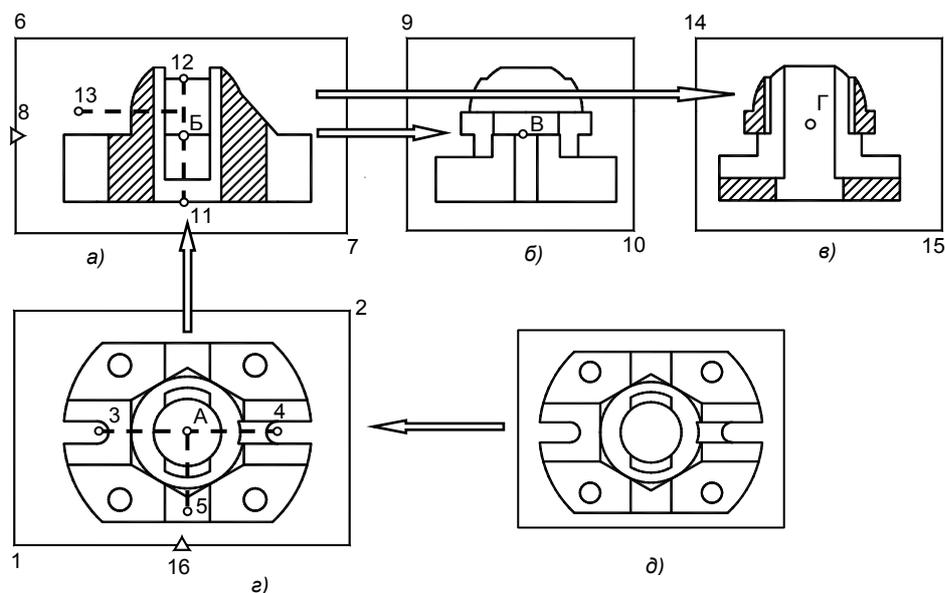

Рис. 3.3. Схема построения видов и простых разрезов к заданию "Простые виды и разрезы"
На новом чистом листе создайте одно видовое окно, поместив его внизу экрана, справа (см. рис. 3.3, д). Размеры окна желательно задать так, чтобы деталь отобразилась в нем в масштабе, приблизительно равном 1:
На рис. 3.3 показано построение проекций и разрезов для получения чертежа рассматриваемой модели. Это вид сверху (рис. 3.3, *д*), фронтальный разрез (рис. 3.3, *а*), вид слева (рис. 3.3, *б*), и профильный разрез (рис. 3.3, *в*). Последние два изображения на чертеже будут объединены в единое, содержащее половину вида и половину разреза.
Создано новое видовое окно (см. рис. 3.3, *д*). В окне видна модель, дан вид сверху. Созданы четыре новых слоя: слой *Vports*, на который помещена рамка окна, слой *top-Vis* для последующего размещения на нем линий видимого контура проекции, *top-Hid* — для линий невидимого контура и *top-Dim* — для простановки размеров на виде сверху. При построении разреза создается еще один слой с префиксом *HAT* для линий штриховки. Созданные слои можно посмотреть в окне управления слоями, например, командой LAYER.
Для построения ортогональных проекций нужно применить команду `SOLVIEW` с опцией `ortho`, для разреза — ту же команду с опцией `section`. Команда `SOLVIEW` применяется к ранее созданному окну и формирует новое окно. Так, для проекции вида спереди и фронтального разреза за основу берется любое окно, в котором установлен вид сверху (см. рис. 3.3, *z, d*). Вид слева и профильный разрез можно получить на основе окна вида спереди или фронтального разреза, как на рис. 3.3, *a*. Их можно построить также на основе одного из окон, содержащих вид сверху, но в последнем случае полученное изображение потребует поворачивать на  $90^{\circ}$ .
При построении *разреза* команда `SOLVIEW` потребует указать секущую плоскость. Так как плоскость разреза проецирующая, то потребуются указать лишь две точки плоскости. Их можно задать с помощью объектной привязки как характерные точки детали. Если секущая плоскость параллельна одной из плоскостей проекций, то достаточно задать одну точку с объектной привязкой, а для задания второй сместить курсор в режиме `Ortho` и указать произвольную точку. Например, для построения фронтального разреза детали (см. рис. 3.3, *z*) следует с объектной привязкой **Center** (Центр) указать точки 3 и 4, как центры дуг, или указать центр окружности отверстия, затем в режиме `Ortho` указать любую точку справа или слева от центра.
При построении *ортогонального вида* команда `SOLVIEW` потребует задать направление проецирования. Направление задается путем указания средней точки одной из сторон рамки исходного видового окна. Так, для вида спереди потребуются указать точку 16, а для построения вида слева — точку 8 (см. рис. 3.3, *a, z*).
- ❑ `solview \ S` (опция `Section`) \ задайте положение секущей плоскости, для этого активизируйте окно вида сверху, исходное или специальное, включите объектную привязку **Center** и укажите точки 3 и 4 (см. рис. 3.3, *z*), либо примените другие варианты задания секущей плоскости \ переместите курсор вниз и укажите точку 5, определив тем самым направление проецирования \ задайте масштаб нового изображения равным 1 \ переместите курсор вверх и укажите точку *B* как центр окна фронтального разреза (см. рис. 3.3, *a*), указывать можно несколько раз \ ПЩ — утвердите положение окна \ определите прямоугольник видового окна, указав точки 6 и 7 \ присвойте окну имя, например, `front_s` \ ПЩ.
- ❑ `solview \ O` (опция `Ortho`) \ укажите точку 16 на нижней стороне рамки окна вида сверху (см. рис. 3.3, *z*) \ задайте масштаб вида равным 1 \ укажите точку *B* как центр окна вида \ ПЩ \ укажите угловые точки 6 и 7 \ присвойте окну имя, например, `front` \ ПЩ;
- ❑ `solview \ O` \ укажите точку 8 на левой стороне рамки окна вида спереди (см. рис. 3.3, *a*) \ задайте масштаб вида равным 1 \ укажите точку *B* как центр окна вида слева (см. рис. 3.3, *b*) \ ПЩ \ укажите угловые точки 9 и 10 \ присвойте окну имя, например, `left` \ ПЩ — создано специальное окно для вида слева.
- ❑ `solview \ S` \ задайте положение секущей плоскости, для этого активизируйте окно вида спереди, включите объектную привязку **Midpoint** (Середина) и укажите точки 11 и 12 (см. рис. 3.3, *a*) \ переместите курсор влево и укажите точку 13 \ задайте масштаб нового изображения равным 1 \ переместите курсор вправо и укажите точку *Г* — центр окна профильного разреза (см. рис. 3.3, *в*) \ ПЩ \ определите прямоугольник видового окна, точки 14 и 15 \ присвойте окну имя, например, `left_s` \ ПЩ — создано окно для профильного разреза;
Повторите указанные действия для остальных окон, то есть переведите на лист изображения всех созданных видов и разрезов. Изображения разместите подобно тому, как были размещены их видовые окна (см. рис. 3.3).